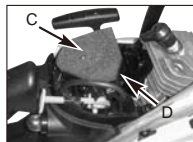

Fig. 15B
2. Tag luftfilteret (C) ud af luftboksen (D) (Fig.15B).